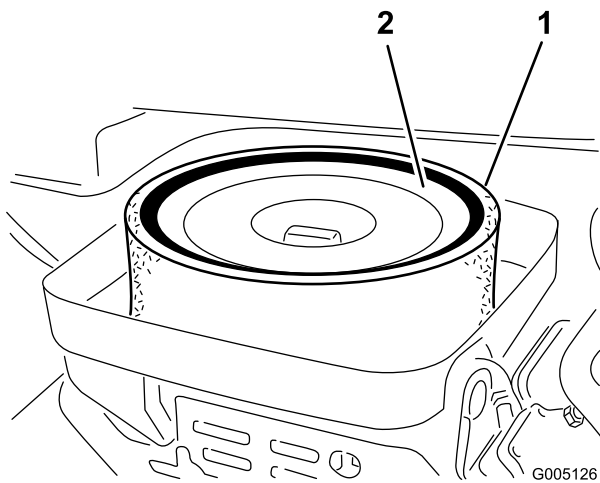

図 43
3. スポンジ 図 43を点検し、汚れていればペーパーエレメントから外す。以下の要領で丁寧に清掃してください